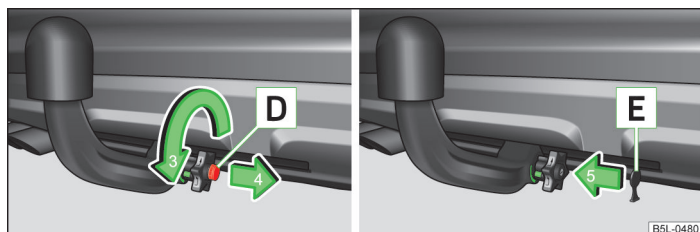

Fig. 129 Bloccare la serratura ed estrarre la chiave / applicare il cappuccio di chiusura
- Bloccare la serratura della manopola ruotando la chiave » fig. 129 fino all'arresto verso sinistra in direzione della freccia 3 ed estrarre la chiave in direzione della freccia 4.